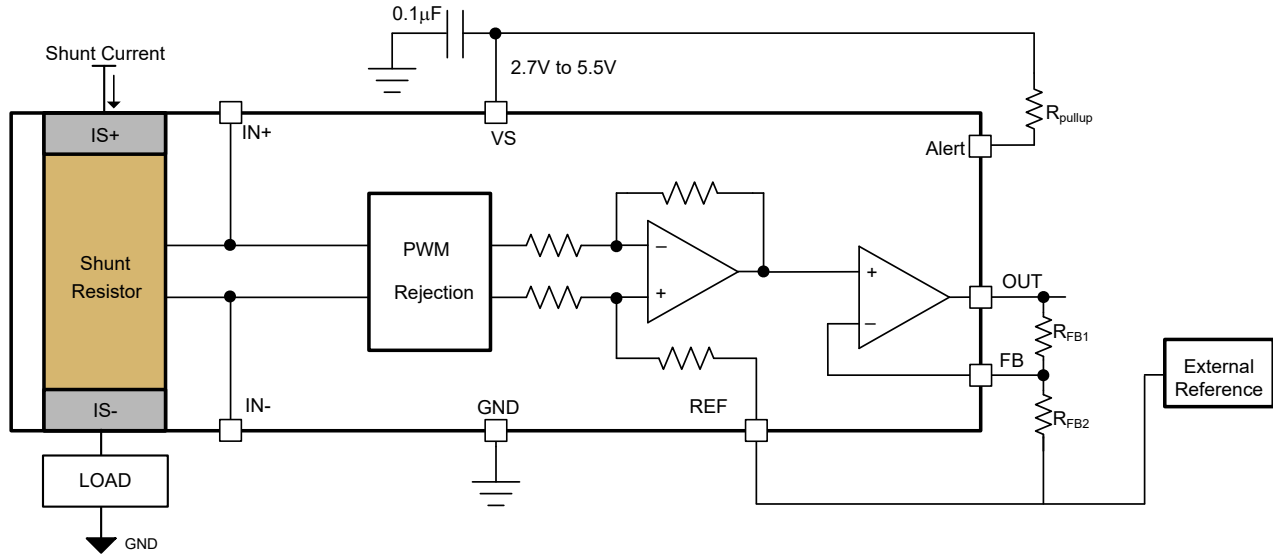

图 6-8. 通过外部电阻分压器实现的可调增益设置
INA790x 支持通过两个外部电阻网络进行增益调整。默认增益为 20mV/A，借助增加的外部可调增益电阻器网络，总增益 (G) 最高可达 400mV/A。图 6-8 显示了配置用于增加外部增益的两个外部电阻器  $R_{FB1}$  和  $R_{FB2}$ 。方程式 2 可用于计算外部可调增益，方程式 3 显示了具有外部可调增益的系统的总增益。REF 引脚和电阻  $R_{FB2}$  的一端根据 OUT 引脚上所需的电压连接到外部基准，如 使用基准引脚调整输出 中所述。